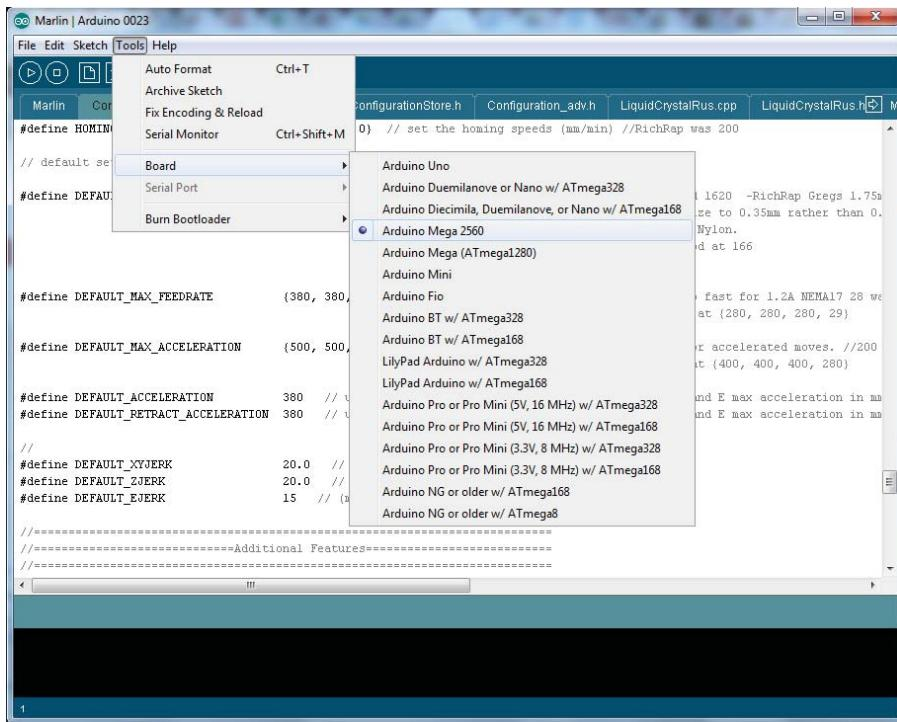

Abbildung 13.19: Für die meisten RepRap-Elektroniksysteme wie RAMBo, RAMPs, RUMBA und RepRapEasy müssen Sie die Arduino MEGA 1280 oder MEGA 2560 auswählen.
- ✓ Wählen Sie den seriellen Port aus, an den Ihre Elektronik über das USB-Kabel angeschlossen ist. Wählen Sie auf der Registerkarte SKETCH die Einstellung VERIFY|COMPILE. Wenn Sie keine Fehler beim Anschluss der Elektronik gemacht haben, können Sie die überarbeitete Firmware über ein USB-Kabel in die Elektronik hochladen (siehe Abbildung 13.19).